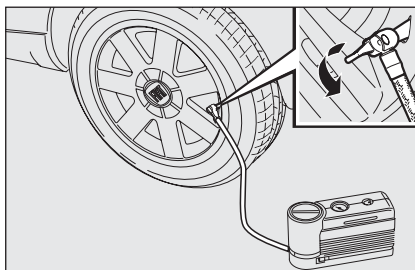
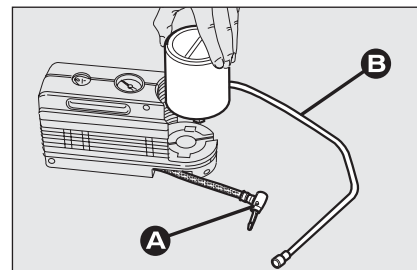

fig. 7
fig. 8
El compresor debe utilizarse sólo para restablecer la presión. Tomar el pico del aerosol **A**-fig. 8 y conectarlo directamente a la válvula del neumático **fig. 7**; de esta forma, la botella no estará conectada al compresor y no se inyectará líquido sellador.
- ☐ desconecte el acoplamiento **A**-fig. 8;